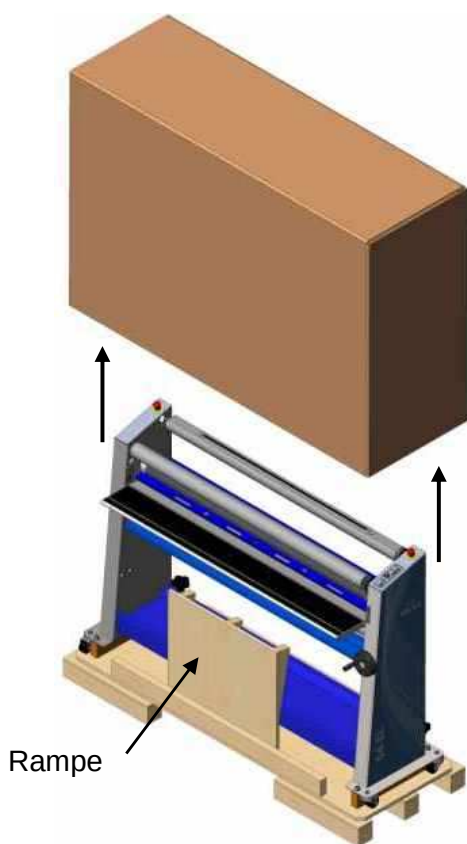

Abbildung 2
2. Zwei Personen sollten die Kiste vorsichtig und gerade über die Maschine ziehen (Siehe Abbildung 2).